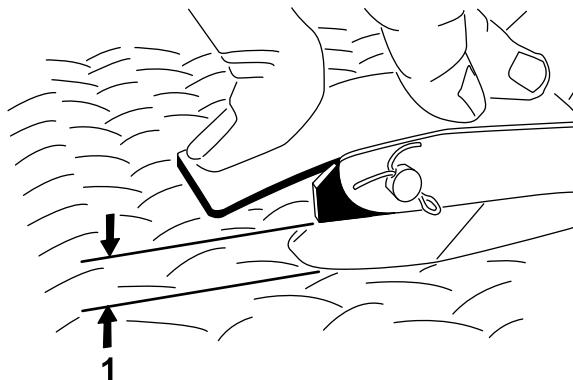

Figure 61
6. Réglez la rotule sur le câble d'accélérateur et/ou les écrous de blocage du câble pendant que la commande d'accélérateur est appuyée contre la butée de ralenti accéléré, de manière à obtenir un écartement de 2,54 à 6,35 mm (0,100 à 0,250 po) entre le bras de la pédale d'accélérateur et le haut du plancher quadrillé (Figure 61) lorsque vous appliquez une force de 11,3 kg (25 lb) au centre de la pédale. Serrez le contre-écrou.